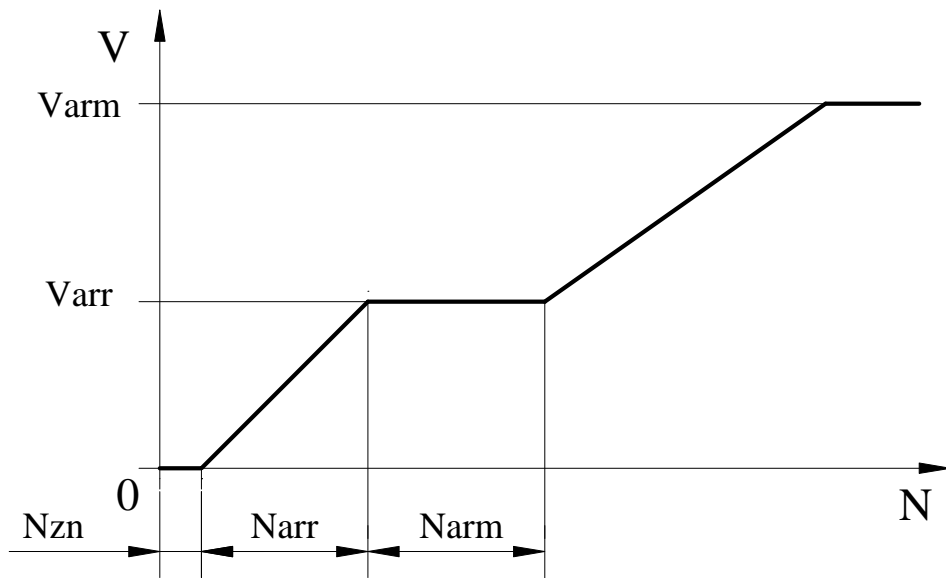

Рис.5. Скорости удержания в зависимости от модуля отклонения от точки удержания.
- 3.6.6.5. **Номер 4** – V_{arr} (мм/сек) – малая скорость движения при удержании (арретировании) (**рис.5**).
- 3.6.6.6. **Номер 5** – V_{arm} (мм/сек) – максимальная скорость движения при удержании (**рис.5**).
3.6.6.7. **Номер 6** – N_{arm} (мм) – участок скорости движения при удержании, где $V=V_{arr}$ (рис.5).